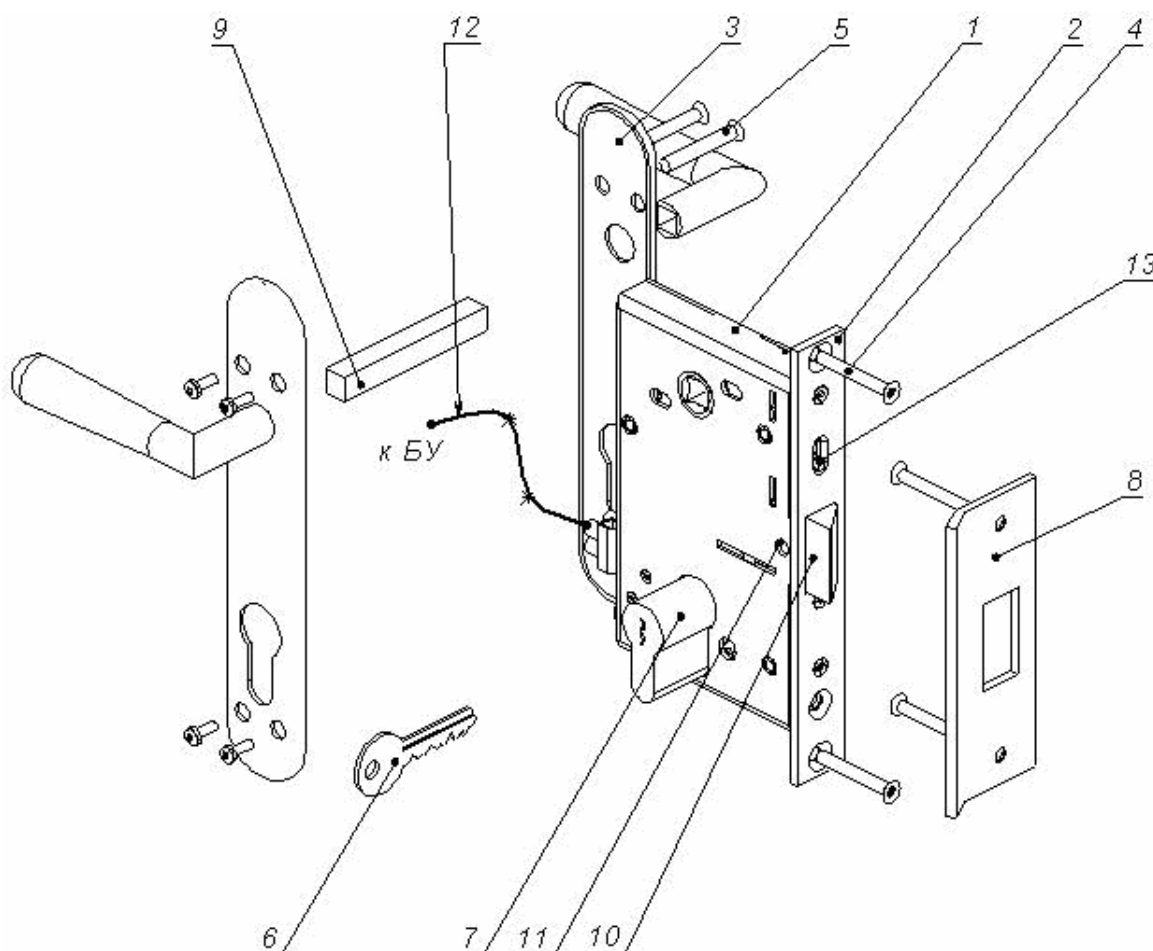

Рисунок 1. Состав и внешний вид замка.
Состав и внешний вид замка показаны на рис.1.
- вывинтите полностью установочный винт 11 ключом шестигранным S2,5 (рис.1);